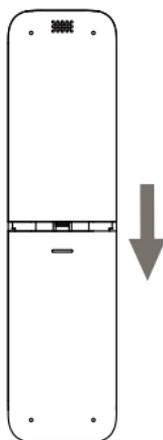

Figura 2.2
- 1) Deslice la tapa de las pilas situada en la parte posterior del controlador remoto en la dirección indicada por la flecha (Figura 2.2).